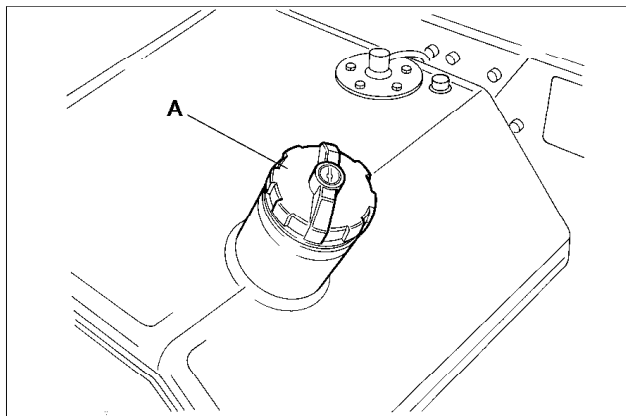

Fig.15
- Fyld dieselolie på (Fig.15).
- Fyll på dieselbränsle (Fig. 15).
- Llene el depósito con combustible Diesel (Fig.15).